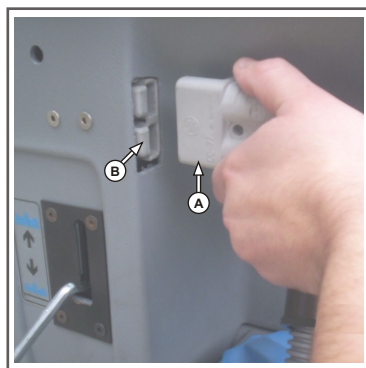

Figura 25
- . Ligue o conector do carregador de baterias **(figura 25, letra A)** ao conector da máquina **(figura 25, letra B)**;